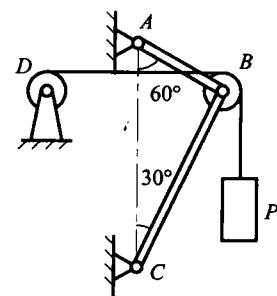

图 2.12
8. 如图 2.12 所示, 重物 $P=20\text{ kN}$, 用钢索挂在支架的滑轮 B 上, 钢索的另一端缠绕在绞车